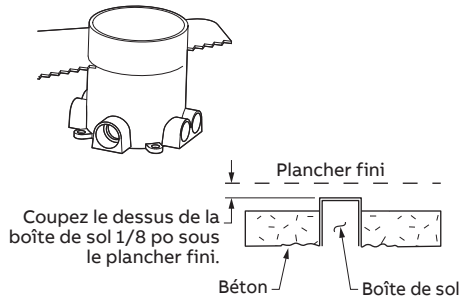

Figure A.4 - Préparation de la boîte de sol 68 P
1. Coupez la surface supérieure de la boîte de sol à 1/8 de pouce en dessous de la hauteur du sol fini (voir figure A.4). La hauteur du sol fini est la surface supérieure de la moquette, du bois ou du carrelage. **IMPORTANT :** Sur l'installation C, tous les raccordements électriques et les câbles de données ou d'alimentation doivent être passés ou installés avant que la plaque de tapis soit scellée au sol en bois ou en carrelage.